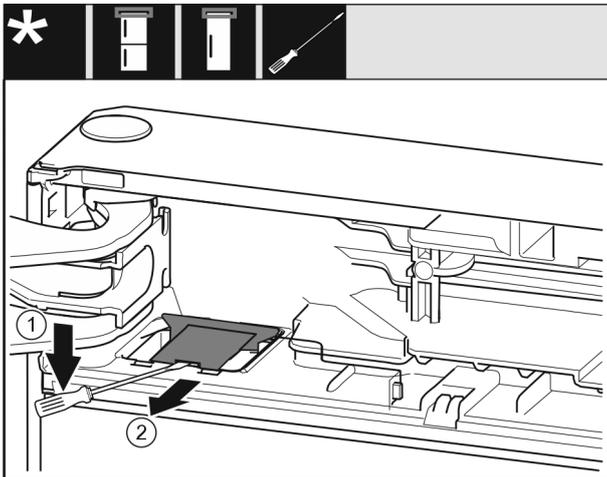

Fig. 11
- ▶ Mit einem Schlitzschraubendreher die Abdeckung Fig. 11 (1) austrasten.
- ▶ Abdeckung Fig. 11 (2) herausnehmen.